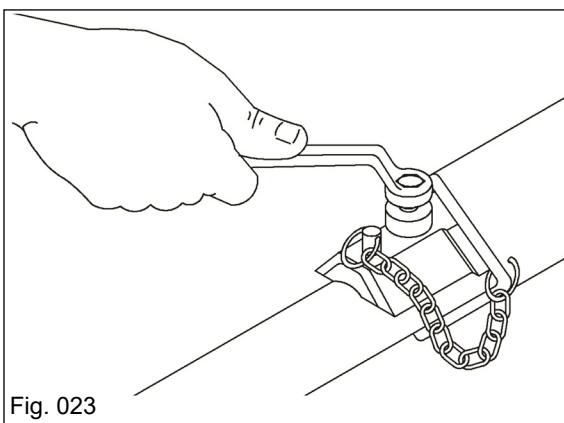

Fig. 023
- Regule a posição desejada para o marcador de linha, em seguida aperte o parafuso (Fig. 023);